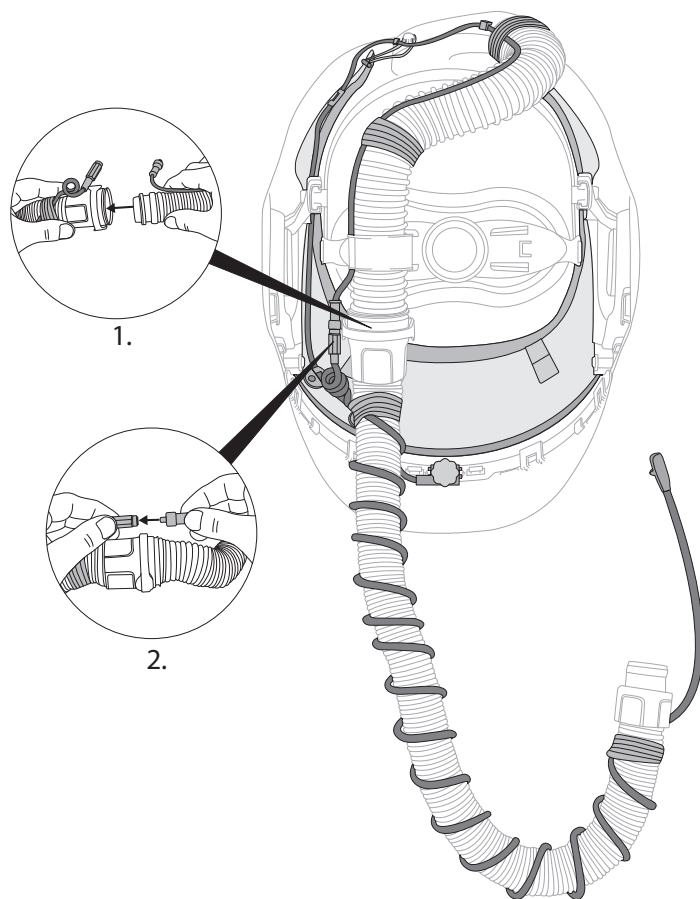

Fig. 31f
- vii. Raccorder le tuyau de respiration du système (en utilisant le raccord articulé à désenclenchement rapide) au tuyau d'admission d'air du masque de soudeur. Connecter les raccords électriques du long câble (qui relie la pile au masque de soudeur) au câble court (qui relie le masque de soudeur à la lampe de travail) (Fig. 31f).